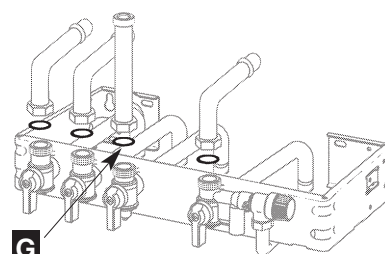

Abb. 10
- die verschiedenen Gasdichtungen anbringen **G** (Gummi), und die Anschlussrohre am Gasrohr beginnend festschrauben (Abb. 10)